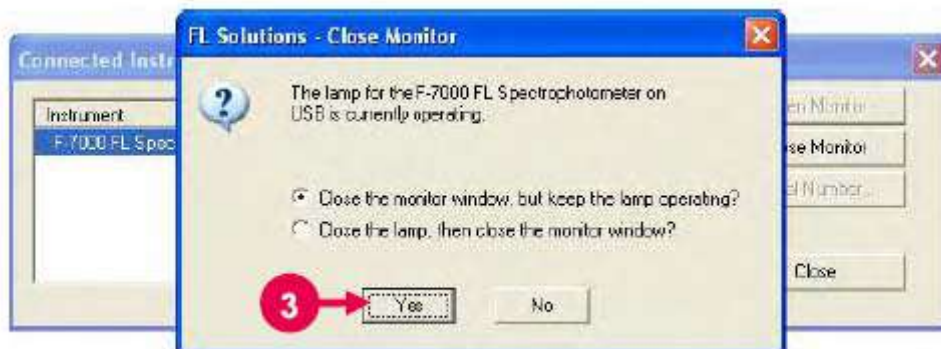

Рис. 8-5
- (3) После нажатия кнопки «Закреть текущий контроль» (смотрите (2) на рис. 8-4), появится окно, показанное на рис. 8-5. Когда вы нажмете кнопку «Да» (смотрите (3) на рис. 8-5), будет установлен режим оффлайн.